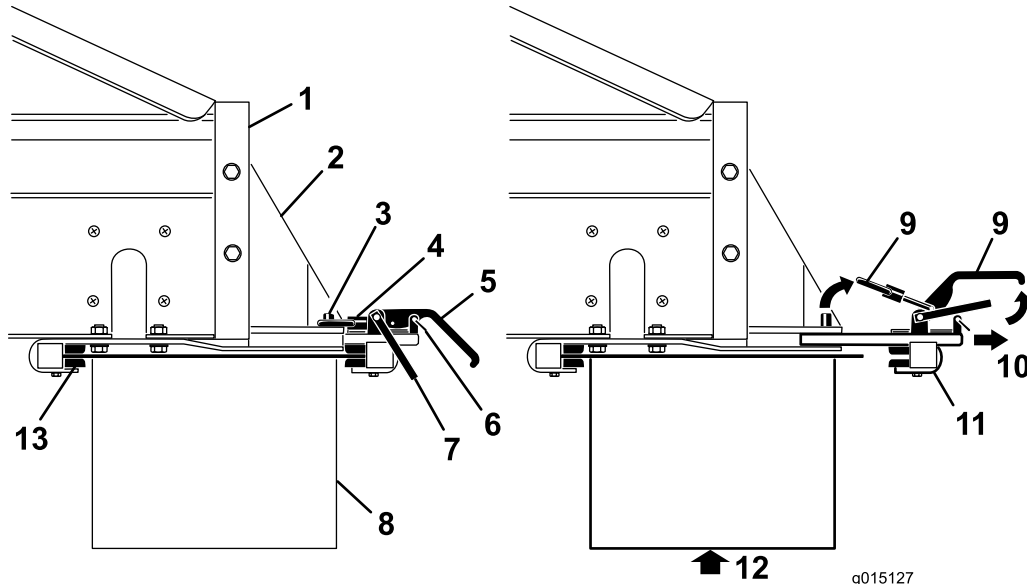

Figure 15
1. Retirez les clips des verrous de sécurité sur les poignées des pinces de fixation (Figure 15).
2. Levez le verrou de sécurité, puis levez les poignées des pinces de fixation de l'accessoire et dégagez les bagues de blocage des goupilles de blocage (Figure 15).
3. Sortez la pince de fixation rapide arrière des fentes de montage (Figure 15).
4. En vous faisant aider par une autre personne, insérez le bord avant de l'accessoire vers le haut et sous l'arrière de la machine, dans les brides de fixation avant sur les supports (Figure 15).
5. Tout en soutenant l'accessoire, repoussez la pince de fixation arrière dans les fentes des supports et par-dessus le bord arrière (Figure 15).
7. Reposez les clips des verrous de sécurité sur les poignées des brides de fixation (Figure 15).